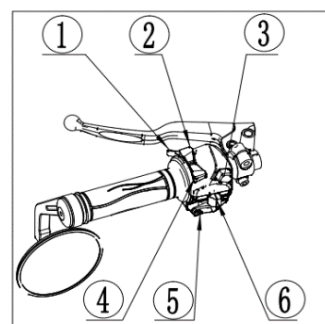

Рис. 8. Левый блок рулевых переключателей
4.5. Левый блок рулевых переключателей (Рис. 8)
- ① Кнопка кратковременного включения дальнего света при обгоне
- ② Выключатель системы ABS
- ③ Переключатель дальнего/ближнего света
- ④ Выключатель системы TCS
- ⑤ Кнопка звукового сигнала
- ⑥ Переключатель сигналов поворота